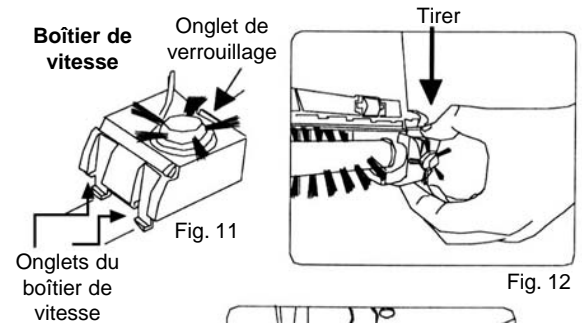

Fig. 11
4. Enfoncez l'onglet de verrouillage du boîtier de vitesse (fig. 11 et fig. 12).